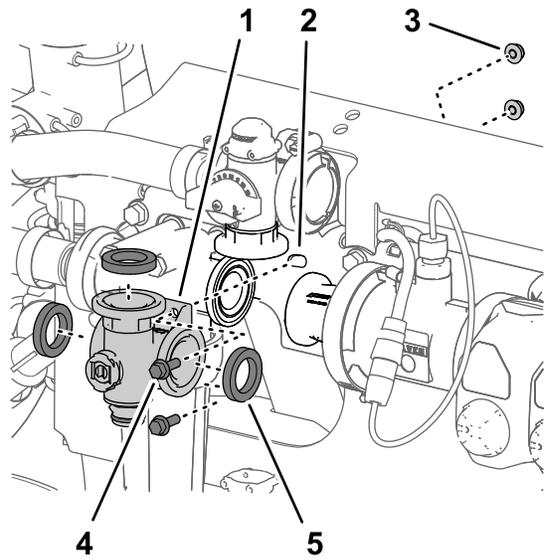

Figure 105
- Retirez les 2 boulons à embase ( $\frac{1}{4}$ " x  $\frac{3}{4}$ " ) et les 2 contre-écrous à embase ( $\frac{1}{4}$ " ) qui fixent le collecteur de vanne d'agitation au support de vanne (Figure 105).
- Déposez le collecteur de vanne d'agitation et les joints de la machine (Figure 105).